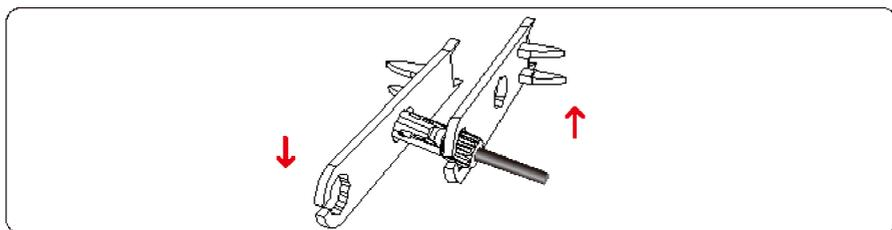

Figura 5.13 Travando os conectores
Passo 4 Aperte as porcas de bloqueio nos conectores positivo e negativo usando uma chave de remoção, conforme mostrado na Figura 5.13.